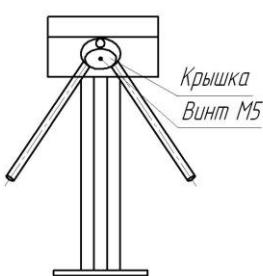

Рис.1 Установка штанг
**6.4 Установите штанги.** Для этого снимите крышку поворотного механизма, открутив винт M5 (рис.1). Закрепите штанги болтами M10, входящими в комплект штанг.